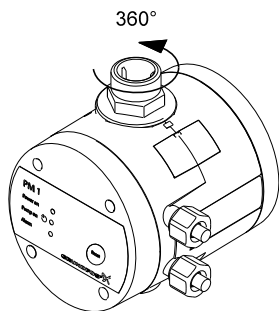

Рис. 1 Вращающийся выпускной патрубок
Выпускной патрубок модуля может поворачиваться на 360°. См. рис. 1.
2. Выполнить электрическое подключение, как показано на рис. 1 или 2, стр. 10, в зависимости от типа электродвигателя.